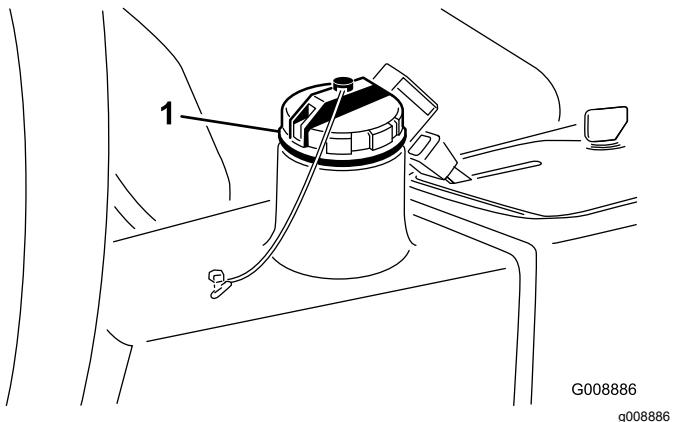

Figure 32
- 2. Nettoyez la surface autour du goulot et du bouchon de remplissage du réservoir hydraulique (Figure 32).